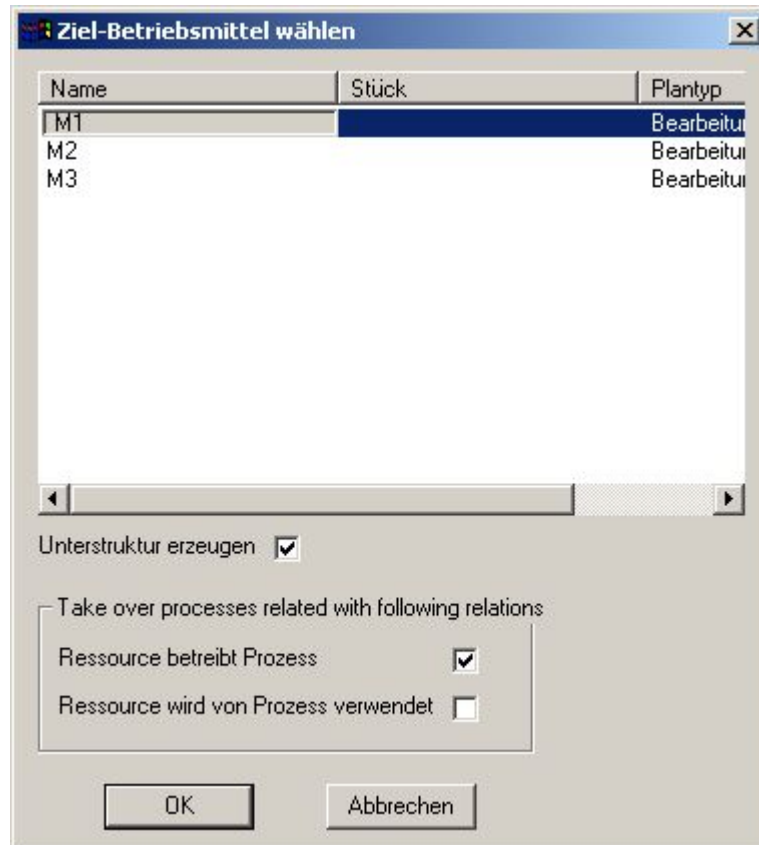

Abbildung 18: Dialog für das Zusammenfassen von Ressourcen
- ➡ Im Dialog (siehe auch: Abbildung 18) wählen Sie die Ressource aus und aktivieren das Feld bei *Unterstruktur erzeugen*. Mit der Aktivierung dieses Feldes wird das Fertigungskonzept für die Ressource erzeugt.